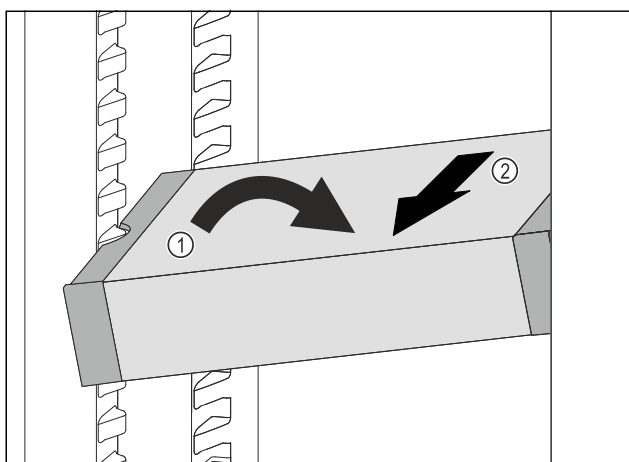

Fig. 109
- VarioSafe postavte v chladničke šikmo. Fig. 109 (1)
- VarioSafe vyberte dopredu. Fig. 109 (2)